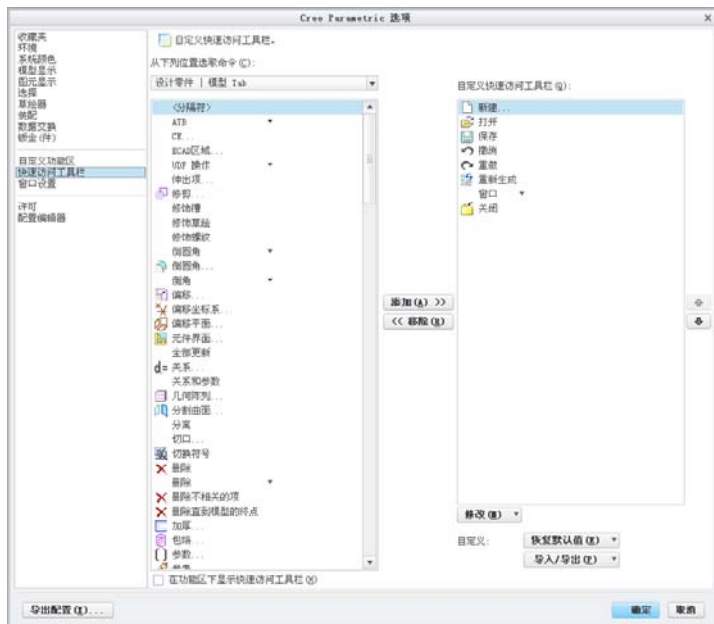

图 1-10 “快速访问工具栏”设置界面
(3) 在对话框中选择“快速访问工具栏”选项卡，进入“快速访问工具栏”设置界面，如图 1-10 所示。在左侧列表中选择需要的命令，单击“添加”按钮，即可将其添加到右侧的自定义快速访问工具栏列表中，单击“确定”按钮后即可将选择的命令添加到屏幕上的快速访问工具栏中。